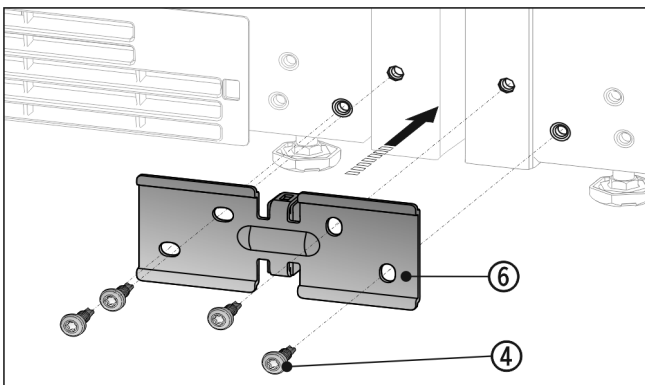

Fig. 15
- ▶ Hoekstuk Fig. 15 (6) met het afstandsstuk tussen de apparaten schuiven en er met 4 schroeven Fig. 15 (4) los inschroeven.